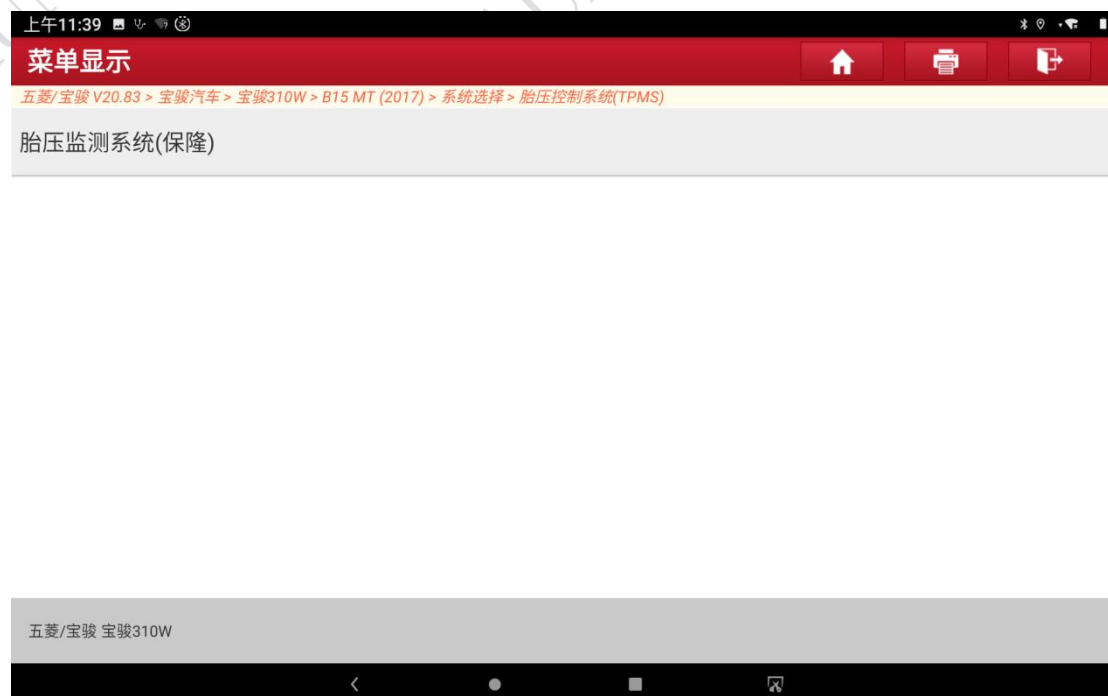

图 3
3. 选择【胎压控制系统 (TPMS)】，子系统菜单如图 3: